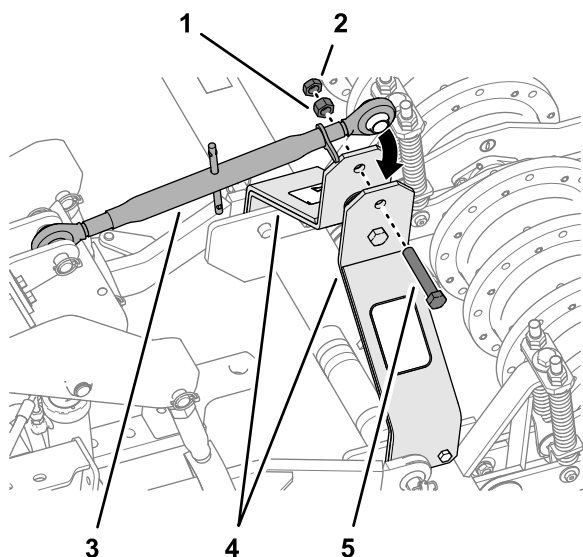

Рисунок 18
6. Подсоедините другой конец верхней тяги 3-точечного сцепного устройства к подъемным рычагам аэратора (**Рисунок 18**) с помощью болта ($\frac{3}{4}$ x 4 дюйма), гайки ($\frac{3}{4}$ дюйма) и контргайки ($\frac{3}{4}$ дюйма).